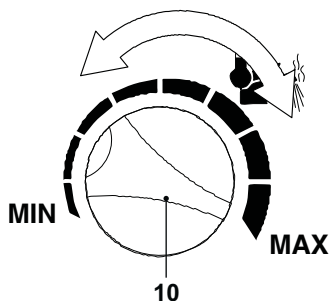

Fig. 9.14
- La potencia térmica de calefacción puede modificarse volviendo el mando de regulación de temperatura de los sanitario 10 de Fig. 9.14.